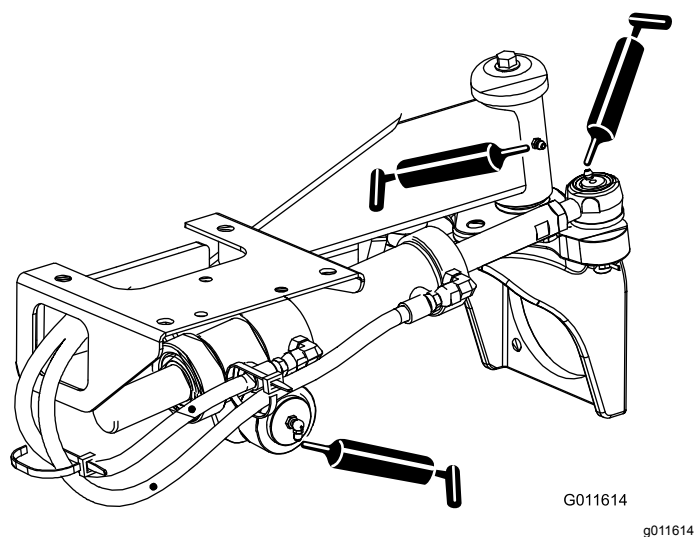

Figura 64
- Giunti a sfera del cilindro di sterzo (2) e assale posteriore (1) – Figura 64